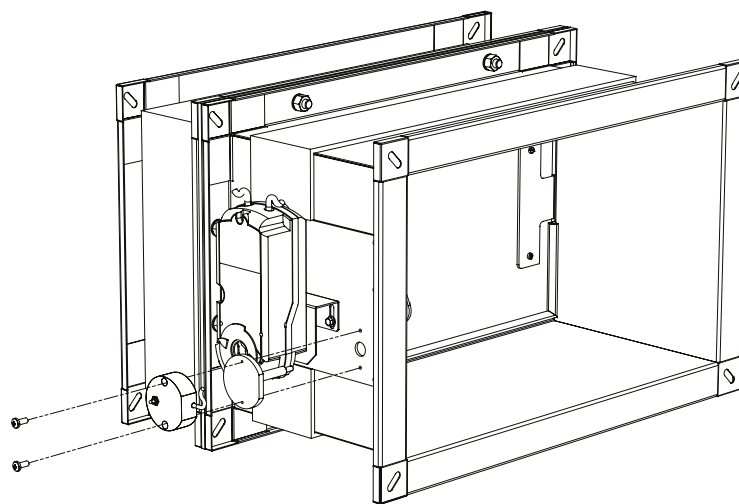

FIG. 14 Pala aperta
- 3 - Svitare le viti di fissaggio del fusibile (come in FIG. 14);